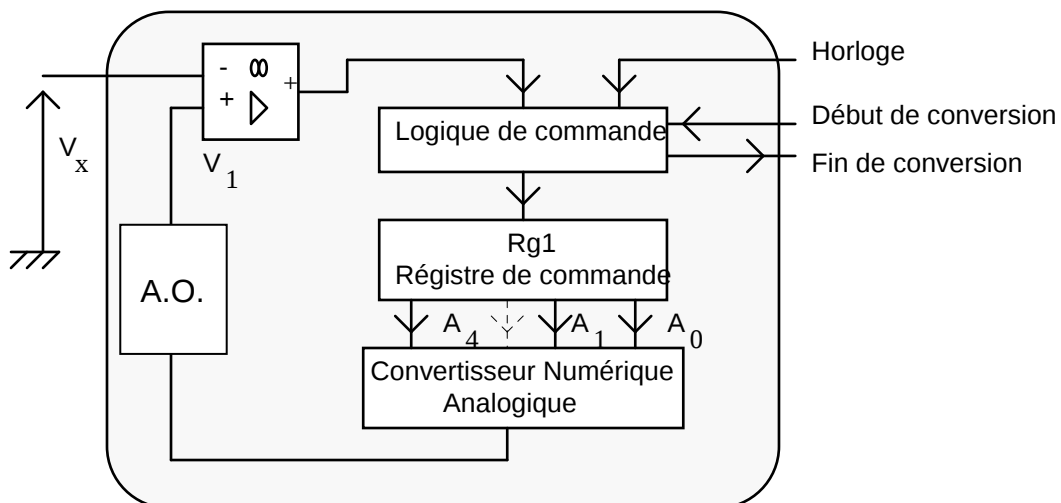

Figure 3.
Il s'agit de numériser une tension analogique V_x grâce à un dispositif dont le synoptique est donné figure 3.
B.2.7 Proposer un montage pour obtenir $V_1 = -V_2$ (voir figure 3).